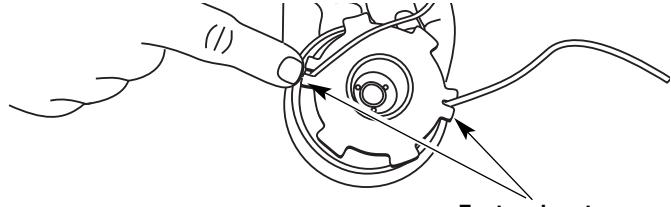

**Fig. 36**
8. Découpez environ 3 m (10 pi) de fil neuf. Insérez une extrémité de fil dans l'un des deux trous du moulinet intérieur (Fig. 36). Tirez le fil jusqu'à ne laisser que 10 cm (4 po) environ.
9. Insérez l'extrémité du fil dans le trou ouvert du moulinet et tirez sur le fil pour que la boucle soit le plus petit possible (Fig. 36).